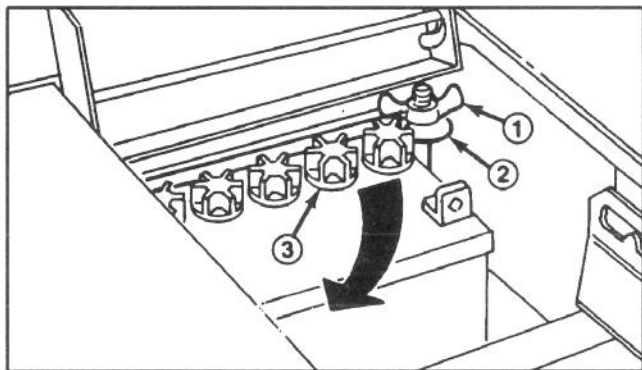

Figure 8
2. Retirer l'écrou papillon retenant les boulons de fixation au châssis de la machine (Fig. 8).